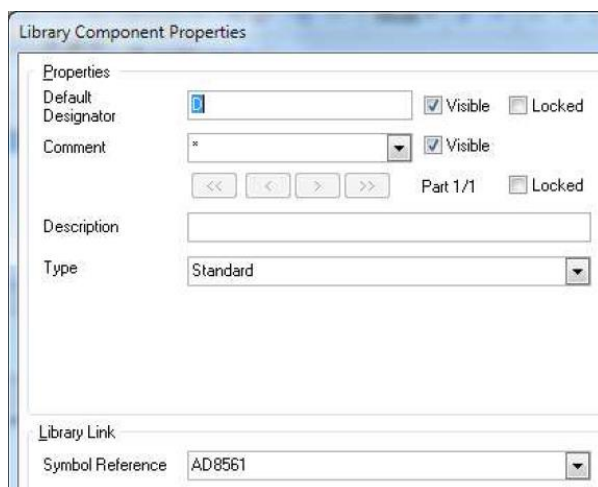
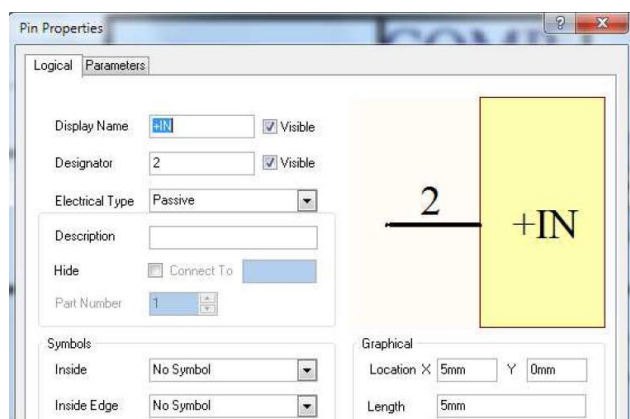

Рис.1. Свойства компонента
Рис.2. Свойства вывода
4. В верхнем поле панели SCH появится новый компонент Component_1. Нужно отредактировать свойства компонента, нажав кнопку Edit: задать буквенное обозначение компонента в поле Default Designator: D, и ввести наименование микросхемы в поле Symbol Reference: AD8561 (см. Рис. 1).
5. Расположить выводы микросхемы в соответствии с УГО (для AD8561 УГО в Altium Designer будет выглядеть так, как показано на Рис. 1). Для расположения первого вывода надо выбрать команду Place>>Pin и нажать кнопку TAB, чтобы задать свойства вывода. Display Name – это логическое имя или функциональное назначение контакта. Designator – обозначение вывода (для микросхем – это номер вывода). В зоне Graphical нужно установить длину линии вывода 5,0 мм (параметр Length), см. рис. 2.